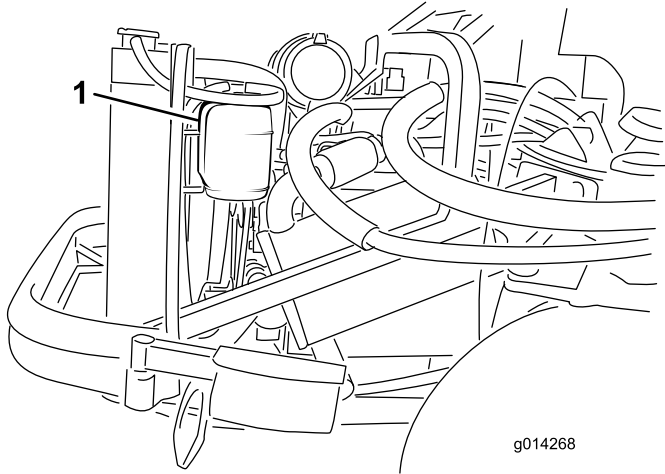

Figura 44
1. Verifique o nível de líquido de arrefecimento do depósito secundário (Figura 44). Este deve situar-se entre as marcas existentes no exterior do depósito.